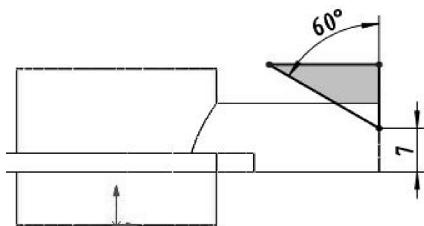

图 3-109 绘制草图
- 单击【拉伸切除】按钮，选择前视基准平面作为草图平面，进入草绘环境中，绘制如图 3-109 所示的草图曲线。